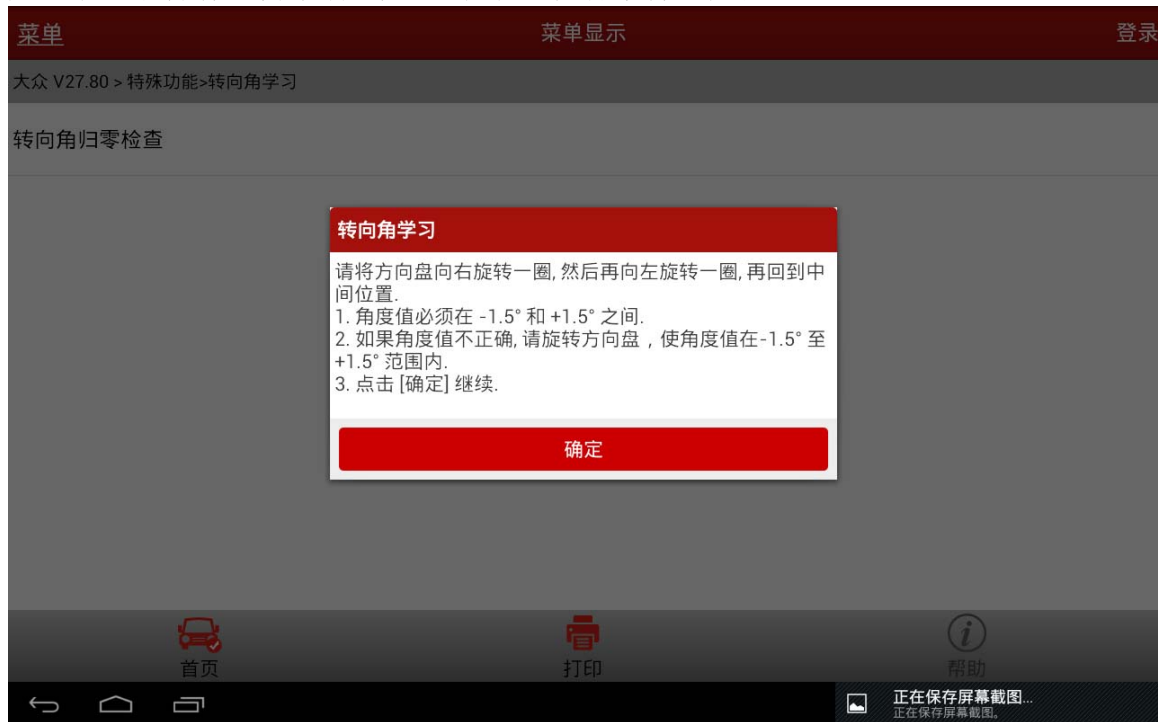

图 8
10). 按提示进项操作, 并确保满足提示中的所有条件, 如图 8,